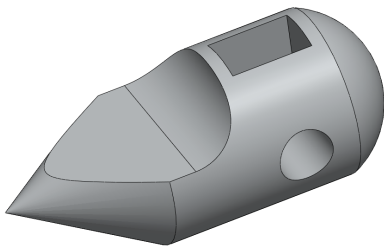

图 5-62 创建圆顶特征
(4) 单击【确定】按钮，即可创建圆顶特征，如图 5-62 所示。